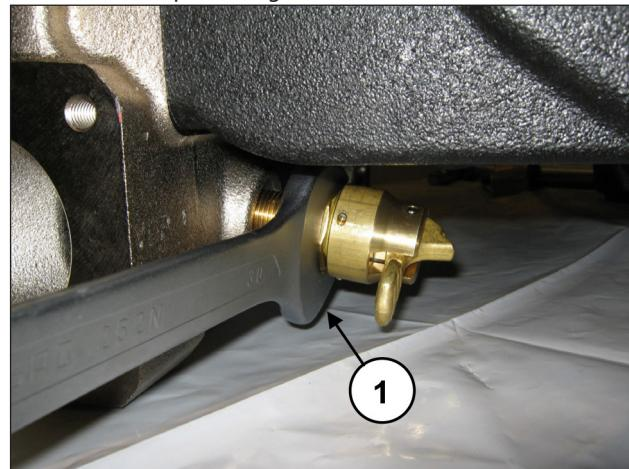

Fig. 141
Desenroscar el dispositivo de apertura de las válvulas con una llave de 30 mm (pos. ①, Fig. 141).